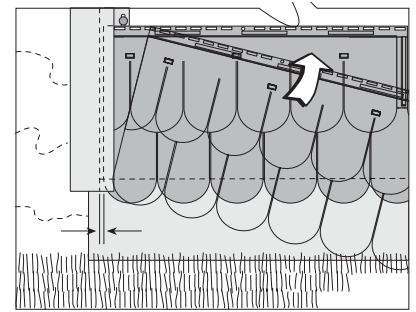

figura 4
2) Empezando en el lado izquierdo de la pared, enganche el borde inferior del panel en el listón de inicio y deslice el panel en el poste esquinero o en el canal receptor (Figura 4). Para la expansión, deje un espacio de 6.5 mm (¼ pulg.) entre el panel y la pared interna del poste esquinero.